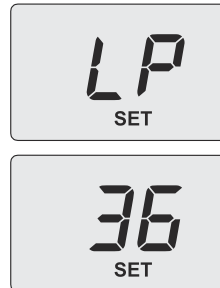

Рисунок 9.17
На дисплеї з'явиться повідомлення **SET** (налаштовано) (Рисунок 9.17).
- Виберіть параметр **1**, натисніть **14** (Рисунок 9.14) для підтвердження. На дисплеї з'явиться **LP**, що чергується з мінімальною температурою ГВП (Рисунок 9.17).